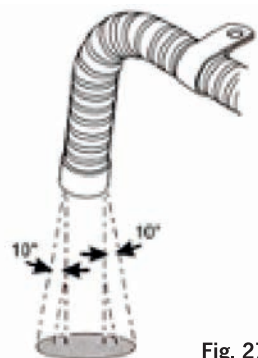

Fig. 27
- ☐ Lassen Sie das Abgasrohr lotrecht zur Fahrbahnoberfläche enden (Fig. 27 ($90^\circ \pm 10^\circ$)).